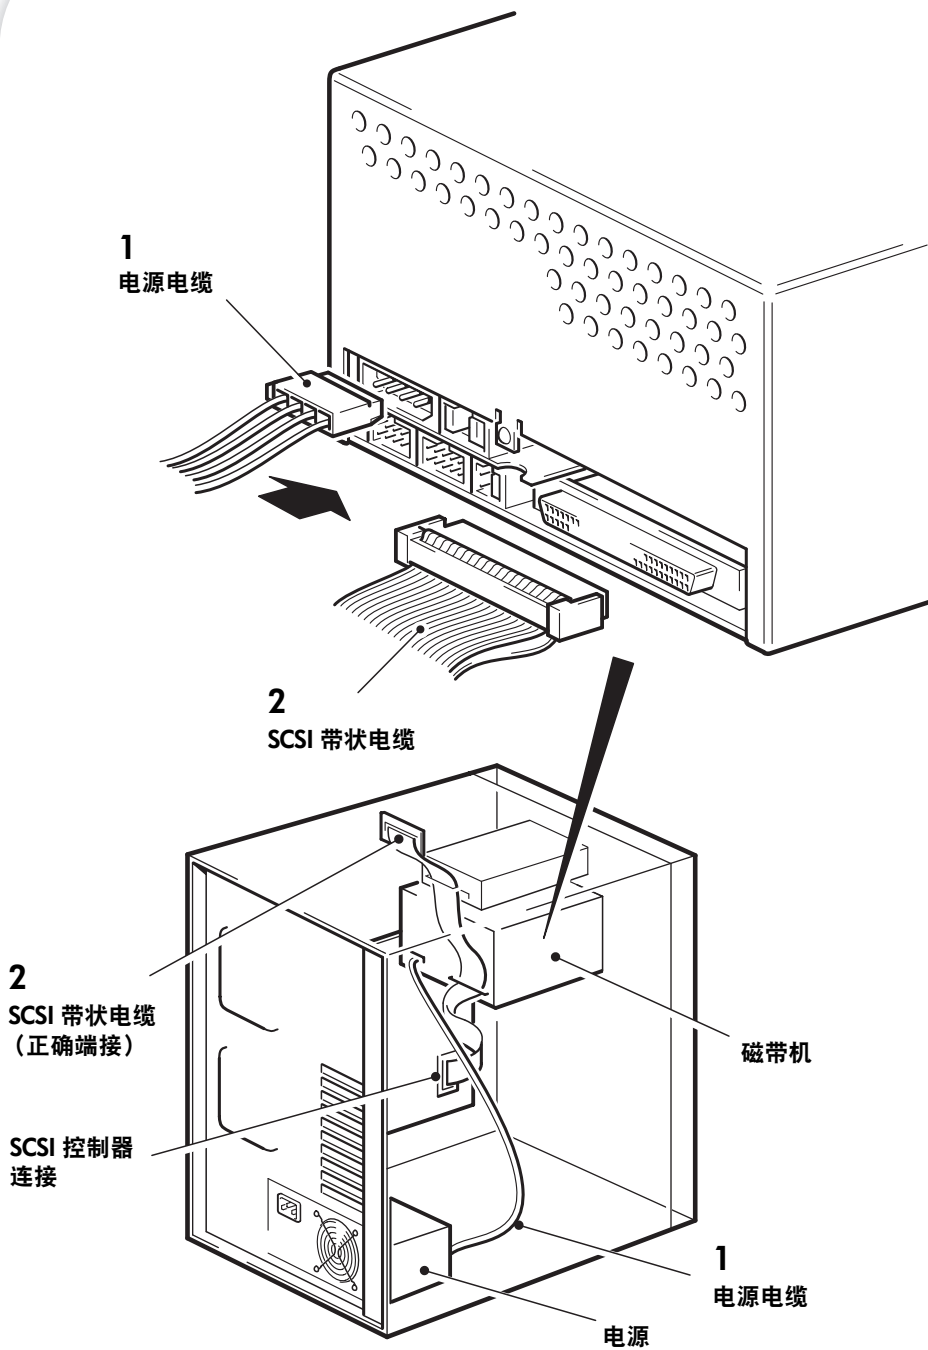

图 7：连接电源和 SCSI 电缆
- 1 如图 7 第 1 项所示，用一条备用电源电缆将服务器的内置电源和电源接口相连。
- 2 如图 7 第 2 项所示，将服务器上的备用接口或 HBA 的 SCSI 带状电缆连接到磁带机上的 SCSI 接口。
因此，如果 HBA 是该总线上的第一个设备，应检查第二个端子是否放置在最后一个设备后面，如图 7 中的第 2 项所示。